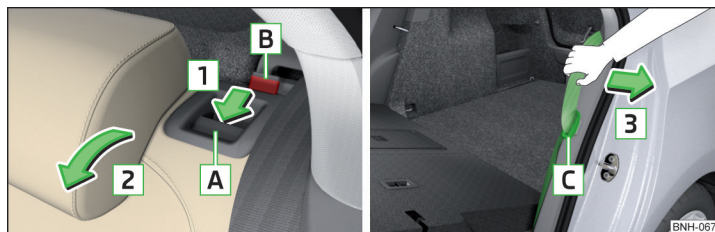

Fig. 68 Rabatarea înainte a spătarului/reglarea disponibilității centurii de siguranță
- Introduceți clema de fixare a centurii de siguranță **C** în orificiul din capitonajul lateral - Reglarea disponibilității » fig. 68.
- Trageți centura de siguranță laterală **C** înspre capitonajul lateral, în sensul săgeții **3** » fig. 68.